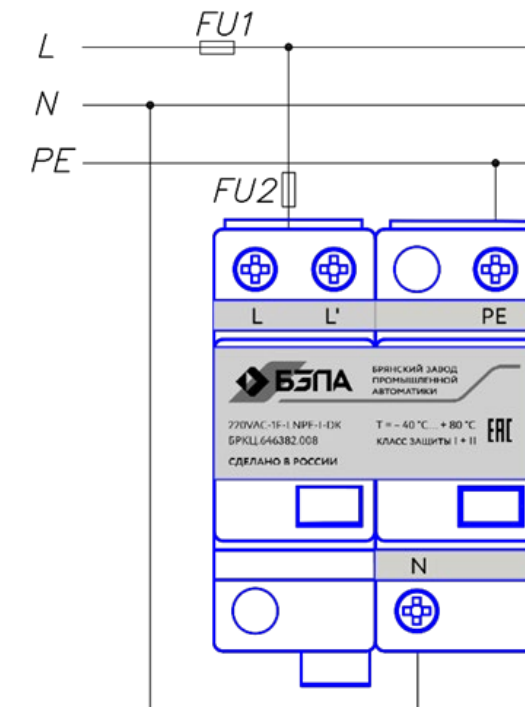

Рисунок 5 – Подключение УЗИП по параллельной схеме
1.5.5 Подключение УЗИП по параллельной схеме показано на рис. 5. Защитные предохранители FU1 устанавливаются на вводе в электроустановку. Номиналы дополнительных защитных предохранителей FU2 = 315 А gG, устанавливаются при FU1 > 315 А gG